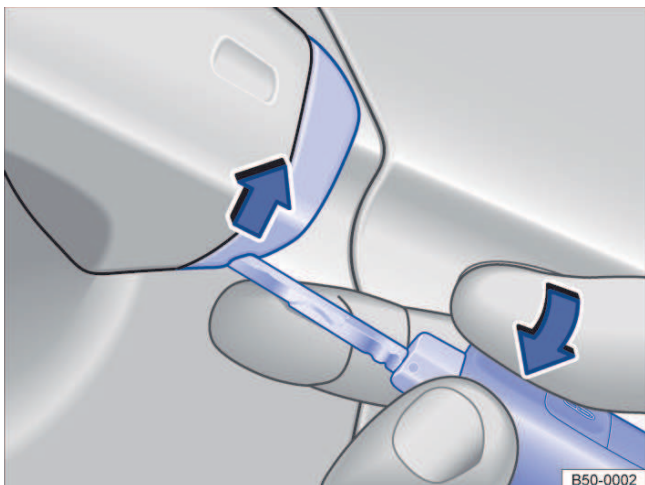

Fig. 59 Maçaneta da porta do condutor: levantar a capa de cobertura.
- Levantar a capa de cobertura com a chave do veículo no sentido da seta → Fig. 59.